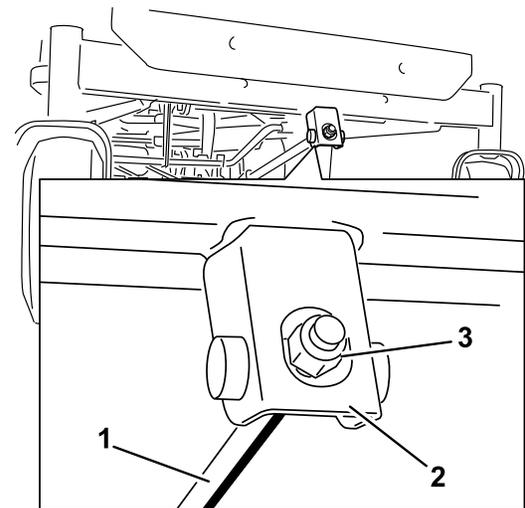

Figure 62
1. Tournez l'écrou de réglage à l'avant du tablier de coupe (**Figure 62**).